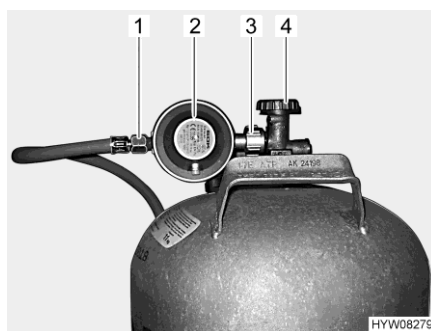

Fig. 136 Raccord bouteille de gaz
- Fermer le robinet principal (Fig. 136,4) de la bouteille de gaz. Observer le sens de la flèche.
- Maintenir le régulateur de pression du gaz (Fig. 136,2) et ouvrir la vis moletée (Fig. 136,3) (en général filetage à gauche).
- Retirer le régulateur de pression du gaz avec la lyre (Fig. 136,1) de la bouteille de gaz.
- Placer le régulateur de pression du gaz (Fig. 136,2) avec la lyre (Fig. 136,1) sur la bouteille de gaz et serrer la vis moletée (Fig. 136,3) (en général filetage à gauche). **Ne pas** serrer trop fort.